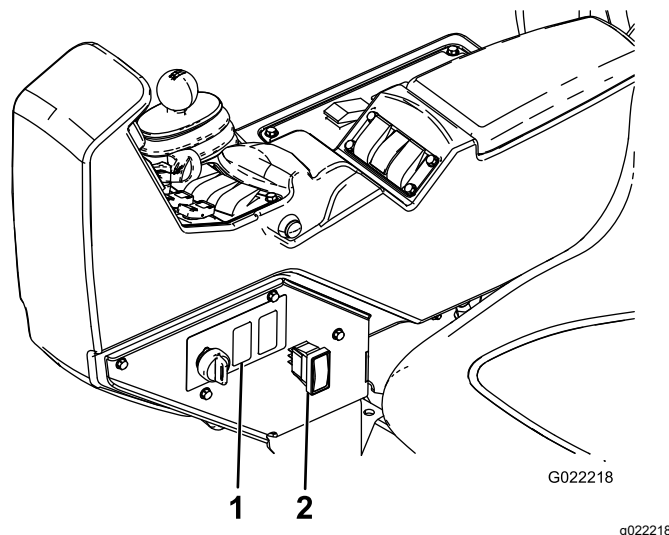

Figure 13
- Localisez et déposez le cache qui occupe l'emplacement de l'interrupteur du réservoir de rinçage sur le côté de la console du pulvérisateur (Figure 13).
- Posez l'interrupteur sur le connecteur dans la console (Figure 13).